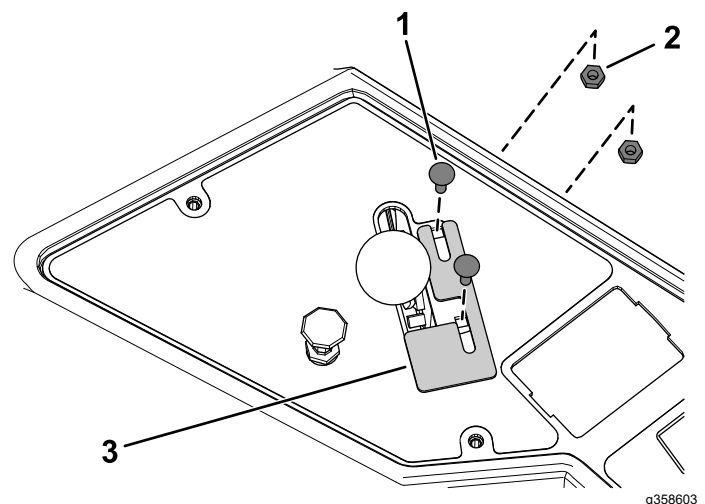

Bild 21
3. Befestigen Sie die neue Drosselklappe und den Gasbedienungshebel mit den beiden Schlossschrauben (Nr. 10 x 5/8") und den beiden Sicherungsmuttern (Nr. 10) lose am Armaturenbrett, wie in Bild 21 dargestellt.